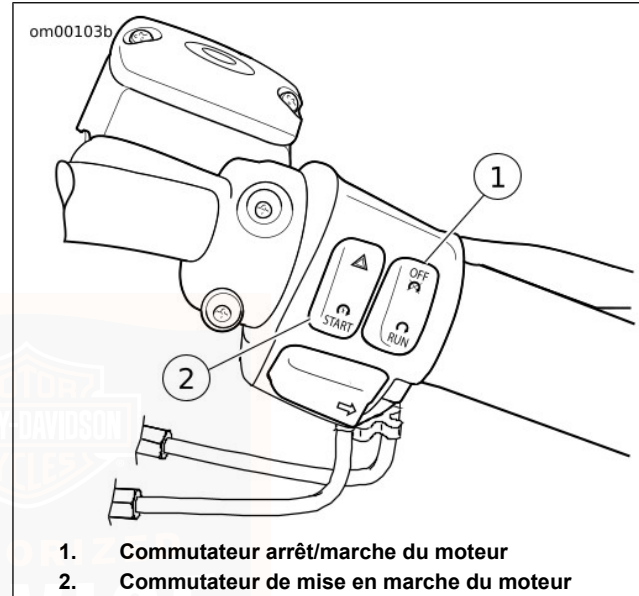

Figure 22. Commandes sur la droite du guidon
2. Voir Figure 22. Mettre le commutateur de MARCHE/ARRÊT en position MARCHE.